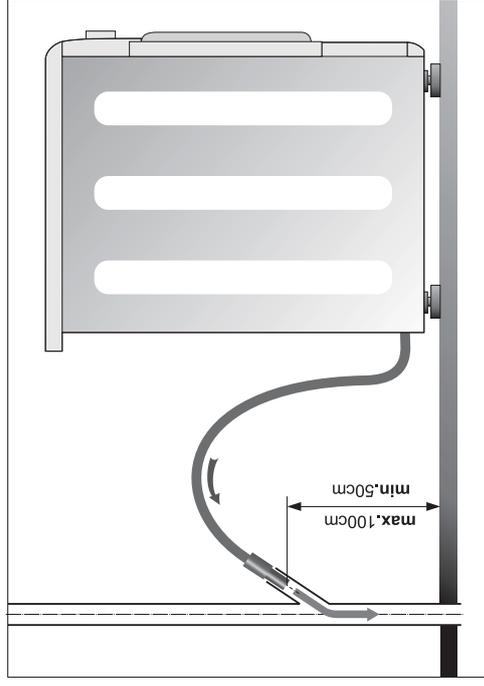

Рис. 13
- ☐ наконечник шланга следует установить в ванне или в специальной фасонной трубе канализации (рис. 13 и 14)